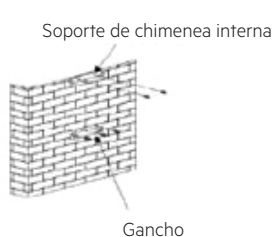

Imagen 2
- 2) Instale el gancho en un lugar adecuado una vez fijada la altura de instalación y manténgalo alineado. La posición fija del soporte interno de la chimenea es el lugar de la chimenea (véase la Imagen 2).
- 2) Instale el gancho en un local adecuado una vez fijada la altura de la instalación y manténgalo alineado. La posición fija del soporte interno de la chimenea es el lugar de la chimenea (véase la Imagen 2).
2. Use una herramienta o la mano para presionar la astilla de resorte de ambos lados de la luz LED hacia el interior, hasta que la luz se apague, vea la imagen 1, luego tire ligeramente del cable de conexión de la luz y desmonte el terminal de la luz de conexión cable. Ver imagen 2.